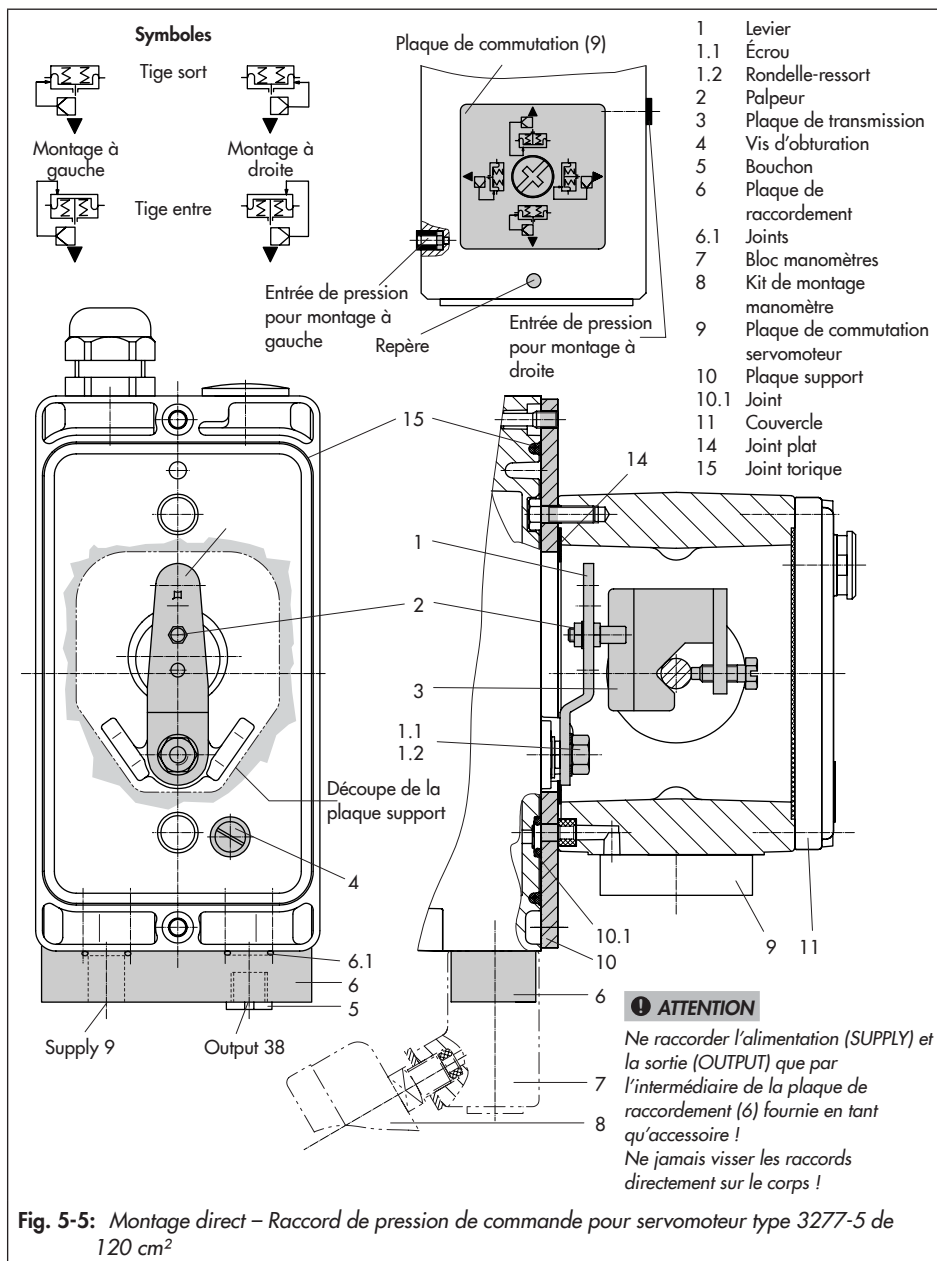

Fig. 5-5: Montage direct – Raccord de pression de commande pour servomoteur type 3277-5 de 120 cm2
##### Servomoteur de 120 cm2 (cf. Fig. 5-5)
4. Fixer la plaque support (10) sur le servomoteur de sorte que la partie étroite de la découpe (Fig. 5-5, à gauche) soit orientée vers les raccordements pneumatiques du positionneur et que le joint plat (14) collé se trouve du côté de l'arcade.
5. **Course de 15 mm** : Le palpeur (2) reste en position 35 sur le levier M (1) placé à l'arrière du positionneur (réglage d'usine).
**Course de 7,5 mm** : Retirer le palpeur (2) de la position 35 et le placer dans le perçage en position 25, puis visser.